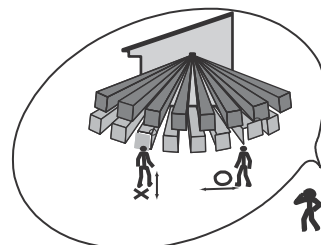

Fig. 3
3. Se référer aux figures 3, 4, 5 & 9 pour choisir un endroit et une hauteur appropriés pour placer le PIR. Le PIR doit être placé de sorte qu'il détecte la majorité du trafic passant en travers du rayon (et non pas dans la direction du rayon).